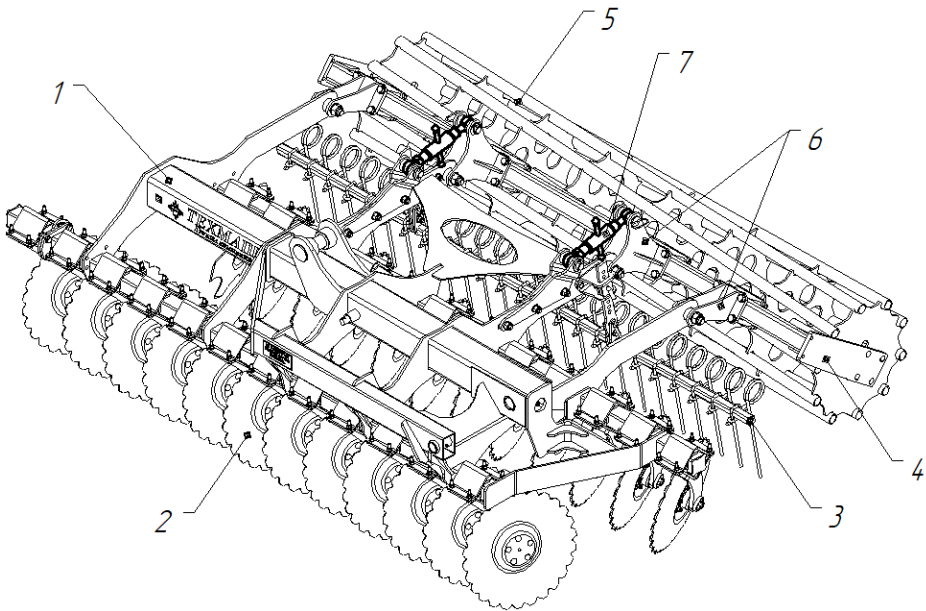

Рисунок 2 – Крыло правое
3.2 Рама является несущей частью агрегата, на сварную конструкцию которой монтируются крылья (правое (рисунок 2) и левое) с установленными на них режущими узлами, пружинными скребками и катками.
3.3 Пружинные скребки 3 (рисунок 2) увеличивают дробление почвы и равномерное распределение пожнивных остатков по всей ширине машины. Представляют собой трубу, с отдельно закрепленными на ней в ряд пружинами.
3.4 Каток 5 (рисунок 2) служит для регулировки глубины обработки почвы, а также обеспечивает копирование рельефа, крошение и уплотнение почвы. Оптимальное уплотнение почвы закрывает поверхность и уменьшает испарение влаги.